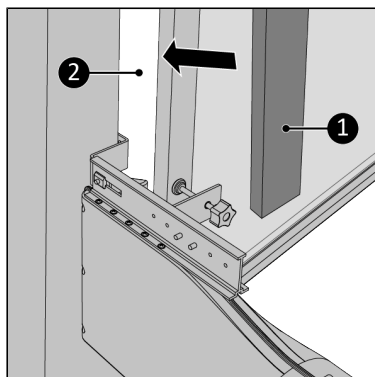

Abbildung 127.
17. Füllen Sie die Freiräume (Abbildung 127, Pos. 1) mit dem gelieferten Isolierschäum (Abbildung 127, Pos. 2) auf, schneiden Sie den Schaum ab, falls notwendig\*.